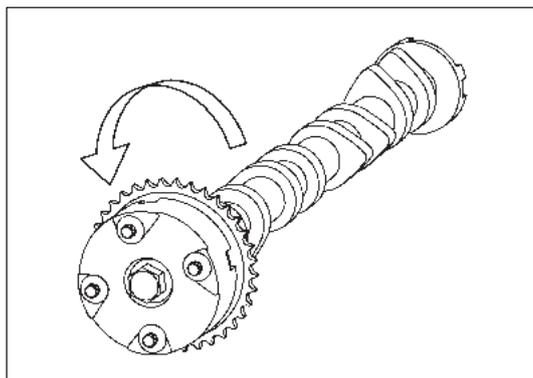

Рис. 12-4-8. Проверка муфты системы VVT-i
- ③ Подать сжатый воздух в масляное отверстие со стороны угла опережения, чтобы провернуть корпус муфты системы VVT-i в направлении угла опережения (как изображено на рис. 12-4-8). Ориентировочное давление составляет 150 кПа (это приблизительное значение; можно использовать другое давление, достаточное для освобождения фиксирующего штифта). Повторить проворачивание 2~3 раза, убедиться в свободном вращении и остановке вращения при повороте на 30°. Если процедуру невозможно выполнить, заменить поврежденные детали.